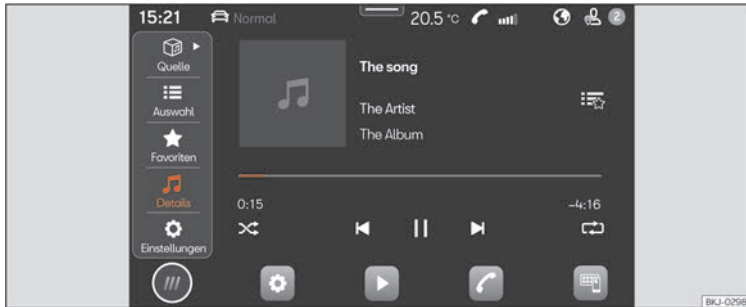

Abb. 130 Schematische Darstellung: Ansicht Medien
- Drücken Sie **HOME > ► >>> Abb. 130.**